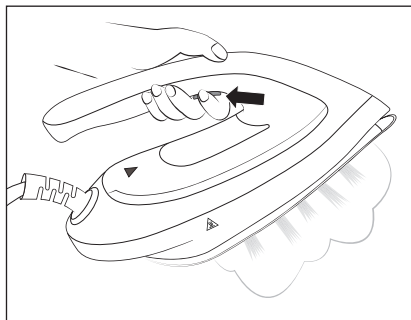

Fig. 5
- 1) Fare riscaldare il ferro da stiro a vapore ❶ finché il tasto **MAX** ❷ o **ECO** ❸ non resta acceso in modo fisso.
- 2) Prendere il ferro da stiro a vapore ❶ dalla superficie d'appoggio ❶ e premere il tasto per il getto di vapore ❷ (vedere fig. 5) quando si stira. Dalle aperture per la fuoriuscita del vapore della piastra ❹ esce vapore.